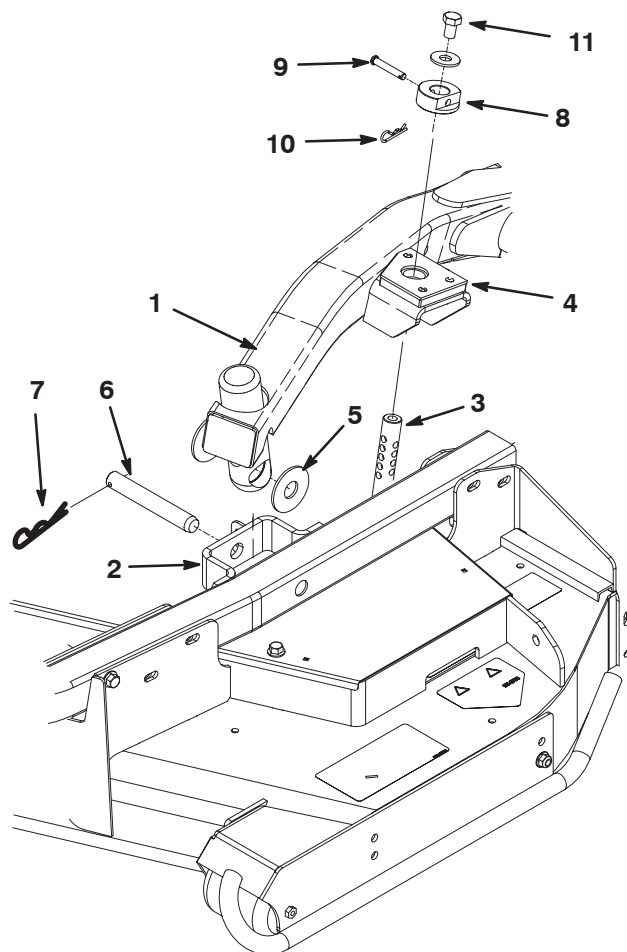

Bild 27
4. Stellen Sie den Hubhebel auf die Schweben-Stellung. Drücken Sie einen Hubarm nach unten, bis die Löcher im Hubarm mit den Löchern in der Laufradarmhalterung ausgerichtet sind, und die Schnitthöhenstange in die Hubarmpolster eingesetzt werden kann (Bild 27).
5. Befestigen Sie den Hubarm mit zwei (2) Druckscheiben, einem Lastösenbolzen und einem Splint am Laufradarm. Legen Sie die Druckscheiben zwischen den Hubarm und die Halterung des Laufradarms (Bild 27). Setzen Sie das Ende des Splints in den Schlitz im Laufradarm ein, um den Splint zu arretieren.
9. Befestigen Sie die Schnitthöhensstellungen an den Schnitthöhenslangen und befestigen Sie sie mit den Lastösenbolzen und den Splints (Bild 27). Der Kopf des Splints sollte zur Vorderseite des Mähwerks zeigen.
10. Setzen Sie oben auf jeder Schnitthöhenslange eine 1/2 x 3/4 Zoll Kopfschraube und eine Scheibe ein (Bild 27).